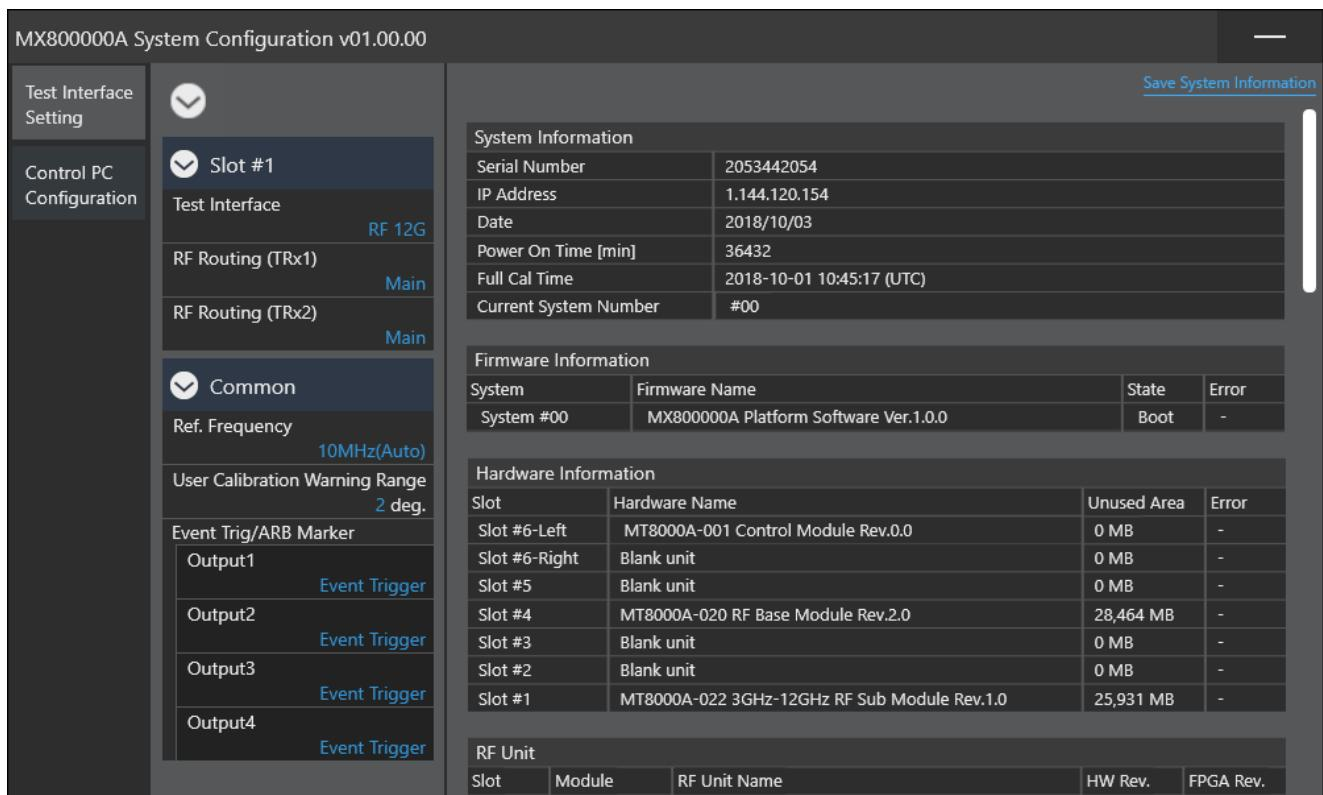

Рисунок 8.7
9.1 В основном окне программы открыть вкладку System Configuration (рисунок 8.7).